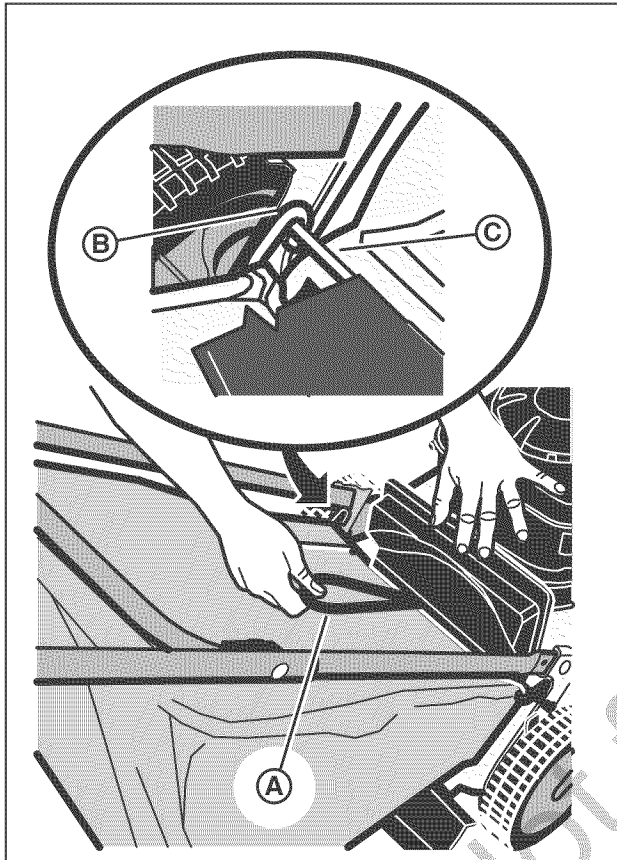

Figure 11 : Installation du sac à herbe
3. En tenant la poignée du sac à herbe (**A**, Figure 11), installer le sac à herbe sur la tondeuse en s'assurant que les crochets du sac à herbe (**B**) sont accrochés sur la tige de pivot de la porte arrière (**C**).